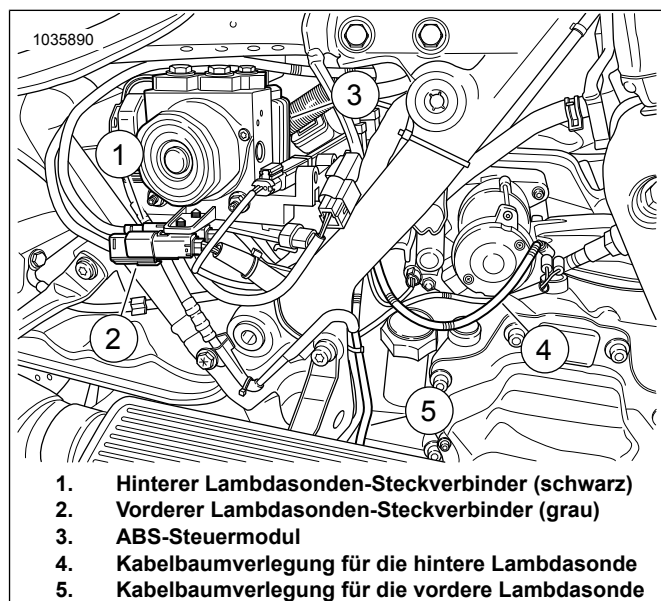

Abbildung 16. Verlegen des ATM-Sonden-Kabelbaums
16. Siehe Abbildung 16. **Vordere Lambdasonde (5, langes Kabelbaumkabel):**
- Den Lambdasonden-Kabelbaum der hinteren Sonde oben am Getriebe (4) entlang führen und befestigen. Falls erforderlich, Kabelbinder anbringen.